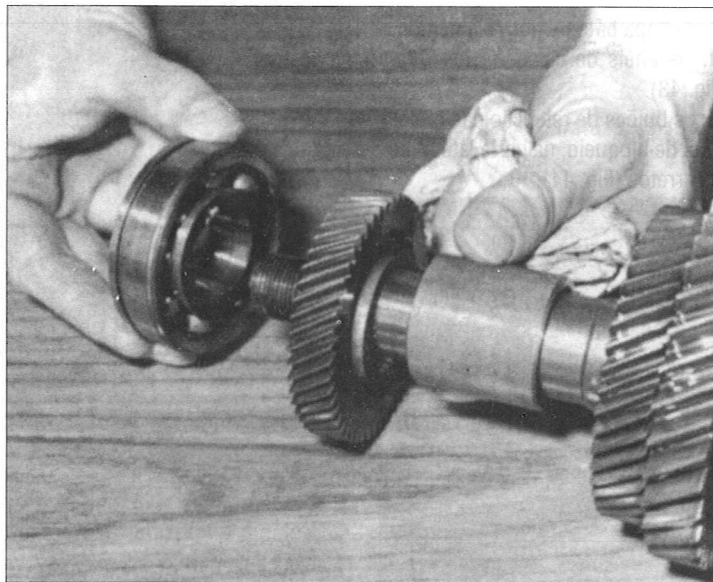

Fig. 50
- Sacar o carreto da 4.^a com o rolamento de esferas traseiro (Fig. 50).